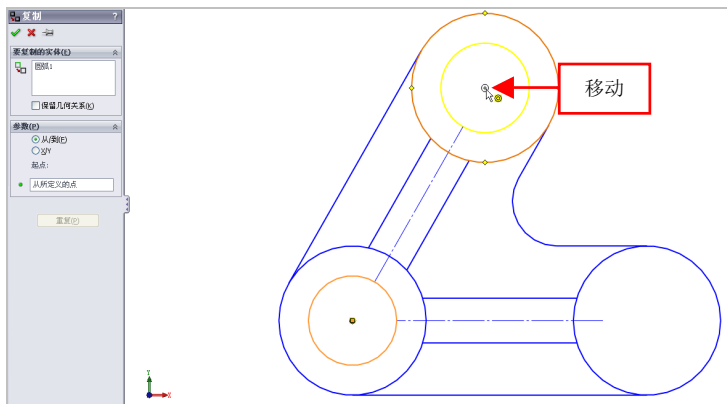

图 3-41 移动鼠标指针
(3) 弹出【复制】属性管理器，选择小圆，捕捉圆心点，在【参数】选项区中选中【从/到】单选按钮，移动鼠标至上方的圆心点处，如图 3-41 所示。